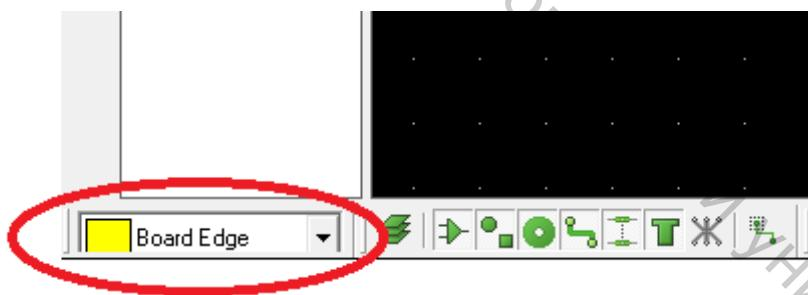

Рисунок 22 – Определение области размещения элементов
2. Для осуществления автоматической компоновки необходимо определить область, в которой можно размещать элементы. Для этого нажимаем кнопку «■» выбирают внизу в выпадающем списке слой Board Edge и обозначаем размер платы в рабочей области (рис. 22).